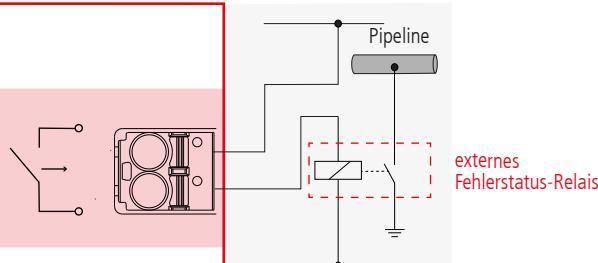

Fig. 4.3.2c Fehlerstatus-Relais
- Ein externes **Fehlerstatus-Relais** (z.B. Schaltschütz) kann zur Erhaltung des Personenschutzes übergeordnet angeschlossen werden (siehe Fig. 4.3.2c).